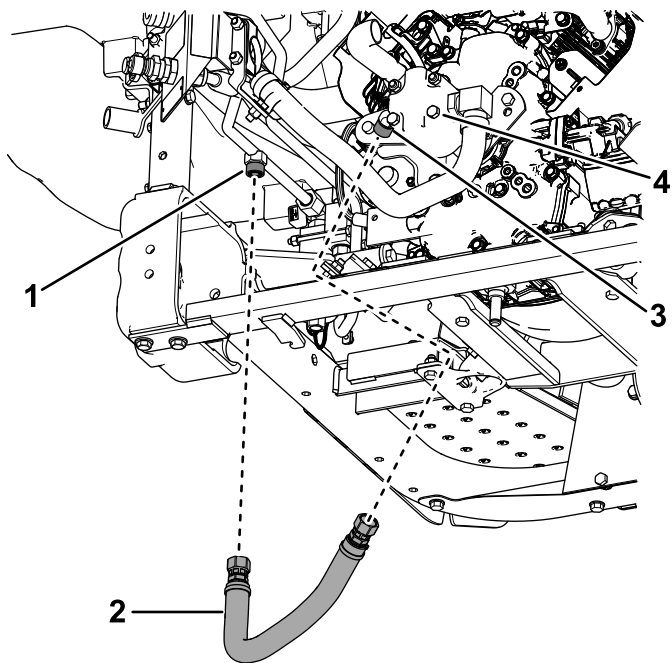
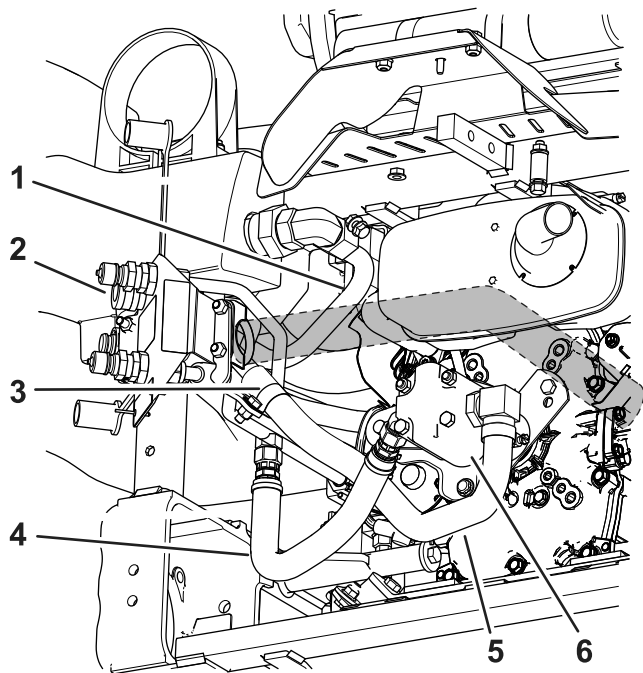

図 29
図 30
6. 図 27と図 30に示すように、太い油圧ホースに R クランプを取り付ける。
9. フィッティング付きの油圧ホースを、油圧ポンプに取り付けた 45 度エルボに取り付ける 図 29と 図 30。
10. 油圧ホースと油圧ラインと油圧ポンプとの位置関係については 図 30 を参照のこと。